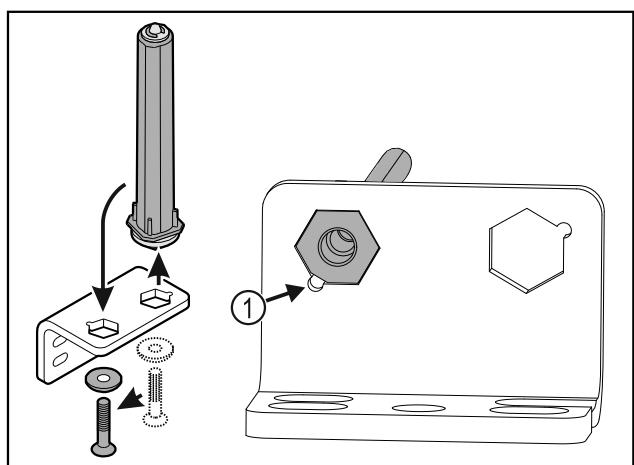

Fig. 19
- ▶ Atkreipkite dėmesj į tai, kad jstatant nuožulni kaiščio pusē Fig. 19 (1) nukreipta į apvalią skylę.